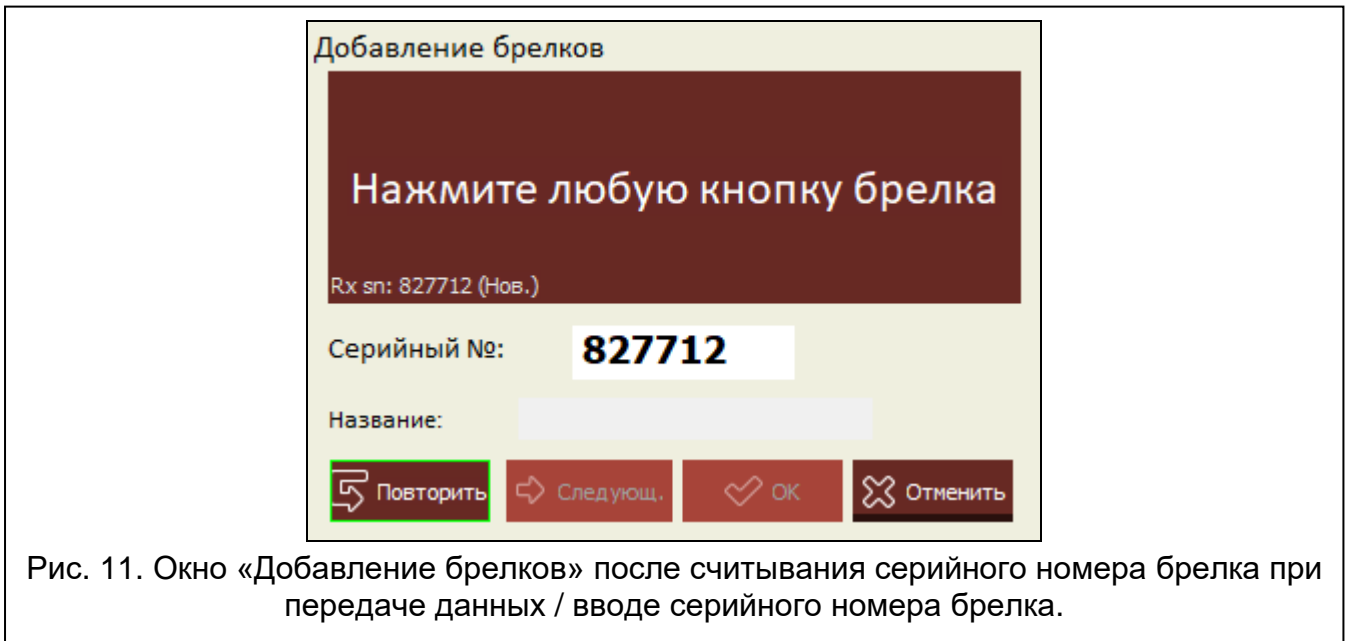

Рис. 11. Окно «Добавление брелков» после считывания серийного номера брелка при передаче данных / вводе серийного номера брелка.
2. Нажмите кнопку добавляемого брелка. В поле «Серийный №» отобразится серийный номер (рис. 11). Проверьте, совпадает ли он с серийным номером добавляемого брелка (этот номер указан на упаковке брелка). Если номер совпадает, перейдите к следующему шагу. Если номер не совпадает, это значит, что контроллер получил данные от другого брелка компании SATEL. В этом случае щелкните по  и в поле «Серийный №» введите серийный номер брелка.